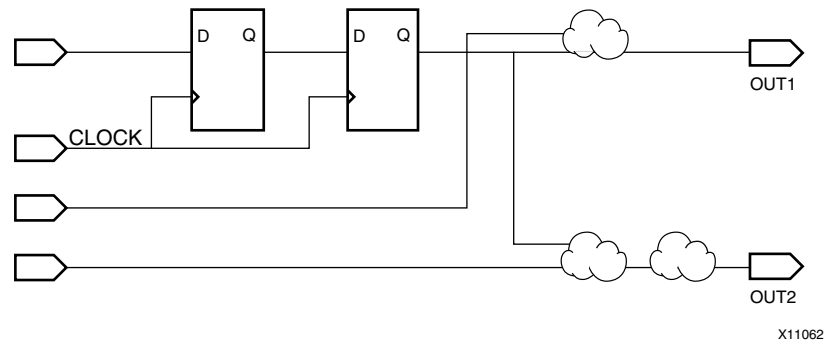

図 3-2: クロック パッドまたはネットの TNM がダウンストリームของフリップフロップまでトレースされる例
- 図 3-2 「クロック パッドまたはネットの TNM がダウンストリームのフリップフロップまでトレースされる例」